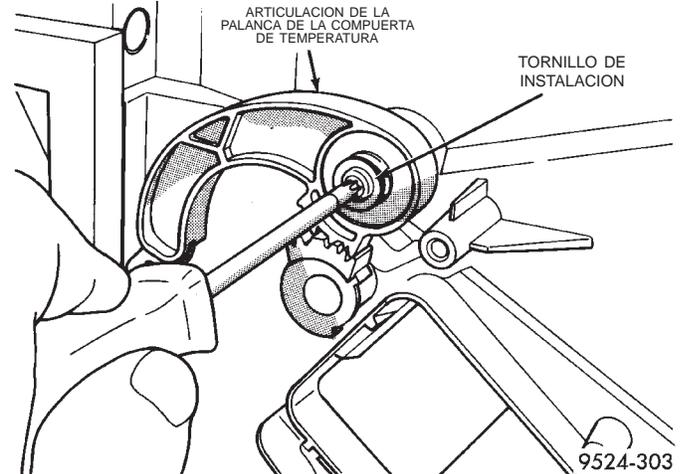

Fig. 96 Articulación de la palanca de la compuerta de temperatura
(26) Retire el tornillo de retén de la articulación de la palanca de la compuerta de temperatura (Fig. 96).